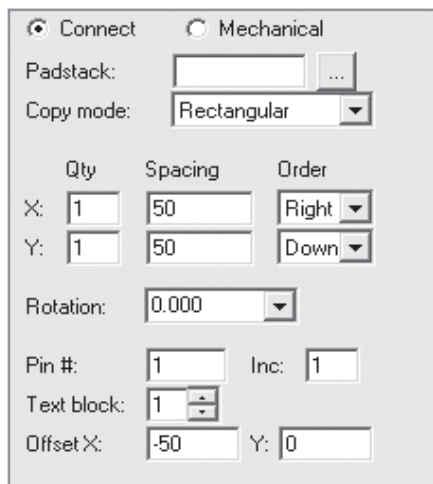

Рис. 9. Вид панели Options при размещении выводов
3. Установка выводов компонента происходит по команде Layout – Pins либо через кнопку на панели инструментов. После этого панель Options примет вид (см. рис. 9):